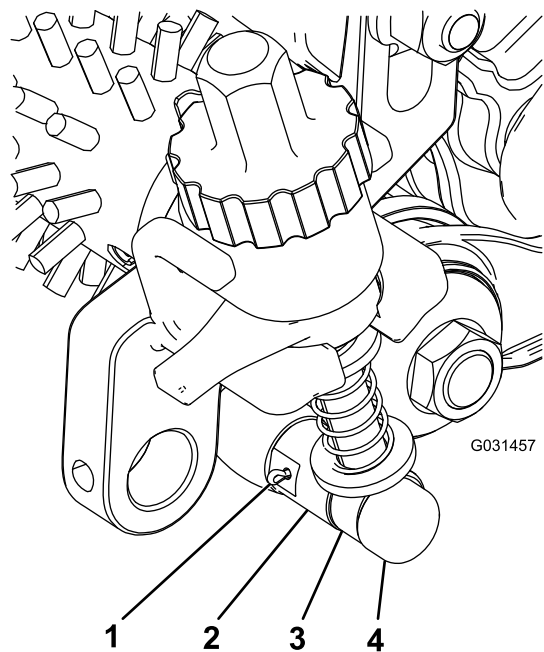

Figure 20
4. Alignez la tige du bras de réglage situé près du galet de tension et le manchon de réglage du galet de tension, et fixez-le à l'aide d'une goupille de réglage et d'une goupille fendue (Figure 20).